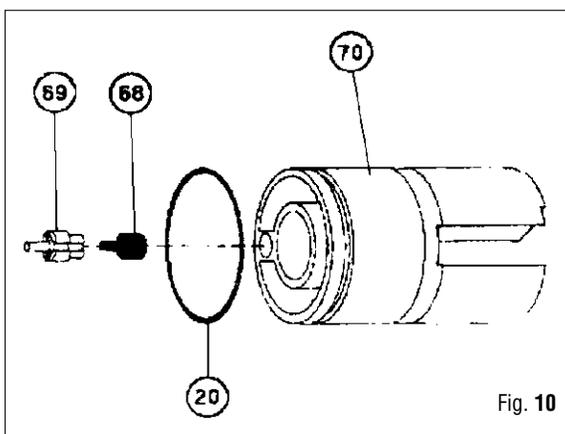

Fig. 10
34. Quite la varilla graduada (35-39) y el muelle (34) de la empuñadura (41).
35. Quite el muelle(34) de la varilla.
36. Quite el cursor(38) de la empuñadura (41).
37. Extraiga los prensa OR (36) y el OR (37) de la empuñadura.
38. Quite el OR (20).
39. Con un punzón, quite el perno (53), el diente de disparo(50) y el muelle (44) del cañón del fusil (26).
41. Quite el perno del asiento de la válvula de retención (69) y su goma correspondiente (68) del bloque de regulación (Fig. 10).
42. Quite el OR (20) del bloque de regulación de potencia.
43. Con la herramienta (A-7) quite el OR (71) del cañón.
44. Quite el anillo elástico (72).
6. Introduzca la goma de la válvula de retención (68) en el bloque de regulación de la potencia (70) (Fig. 10).